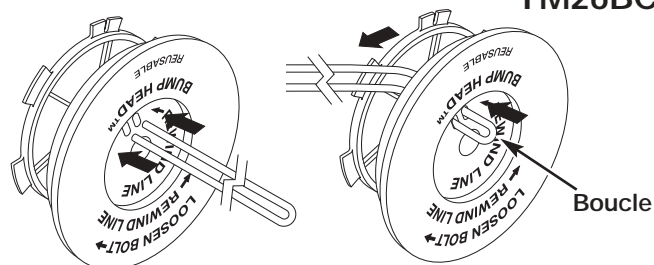

Fig. 37
6. Découpez environ 5 m (16 pi) de fil neuf et faites-en deux boucles de longueurs égales. Insérez chaque extrémité de fil dans l'un des deux trous du moulinet (Fig. 37 ou 38). Tirez le fil à travers le moulinet pour que la boucle soit le plus petit possible.